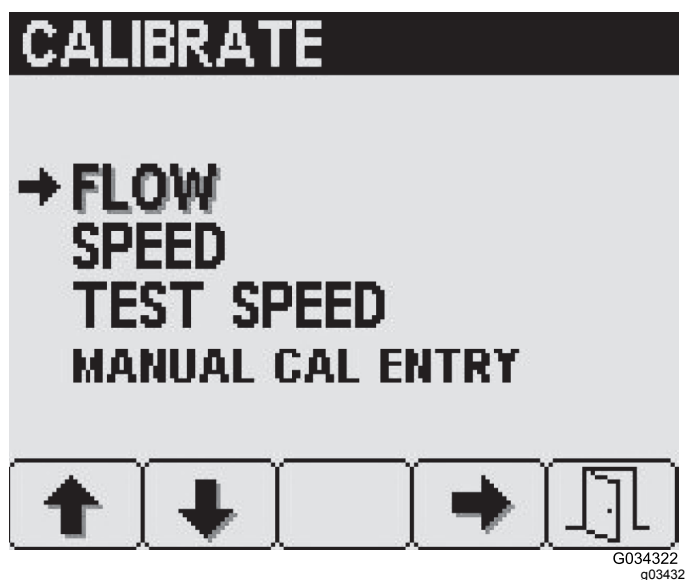

Figure 31
2. Pour ouvrir l'écran Débit, appuyez sur le bouton 4 de l'écran Étalonnage (Figure 31) pour sélectionner l'option Débit.
- Pour ouvrir l'écran Vitesse, appuyez sur le bouton 2 de l'écran Étalonnage jusqu'à ce que l'option Vitesse soit atteinte, et appuyez sur le bouton 4 (Figure 31) pour la sélectionner.